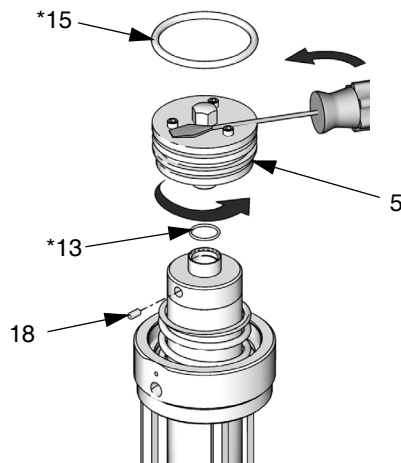

FIG. 11: Luftventil i serie A
**OBSERVERA:** Locket (1) har ersatts av ett fjäderstopp som ger bättre fjäderlivslängd. Befintliga pumpar kan uppgraderas med sats 24T043.
2. Endast luftmotorer i serie A: Lossa låsskruven (18) och skruva av luftventilen (5). Kila fast ett skruvmejselblad mellan skruvhuvudena och sexkanthuvudet på luftventilen (5) om hjälp krävs för att vrida runt. Kassera delarna 5, 13, 15 och 18. Se FIG. 11.